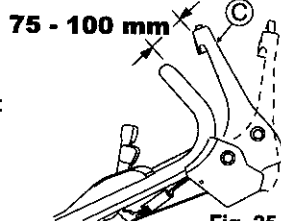

Fig. 25.
Réglez de telle façon que la lame commence à tourner lorsque la distance entre le levier de lame (C) et la poignée est de 75 - 100 mm, avec le bouton jaune enfoncé ainsi qu'illustré dans la. (Voir Fig. 25.)